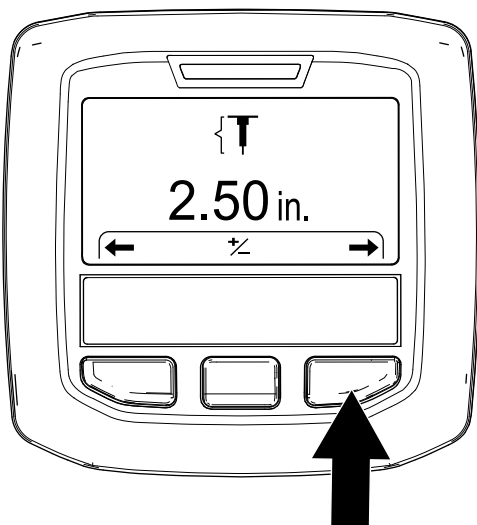

Рисунок 47
3. Нажмите правую кнопку инфо-центра, чтобы отобразить экран Setting the Hole Depth (Установка глубины прокола) (Рисунок 47).